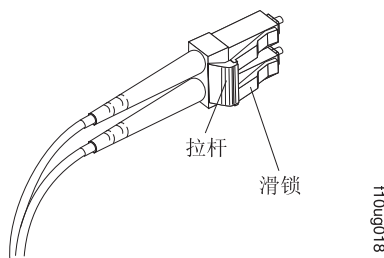

图 34. LC-LC 光纤通道电缆拉杆和滑锁
1. 在连接到 LC-SC 电缆适配器的 LC 接口端的电缆末端，按住拉杆不放以松开滑锁。图 34 显示了拉杆和滑锁的位置。